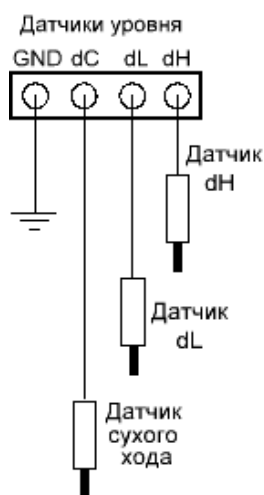

Рис.12
- электродные датчики уровня (рис.12).